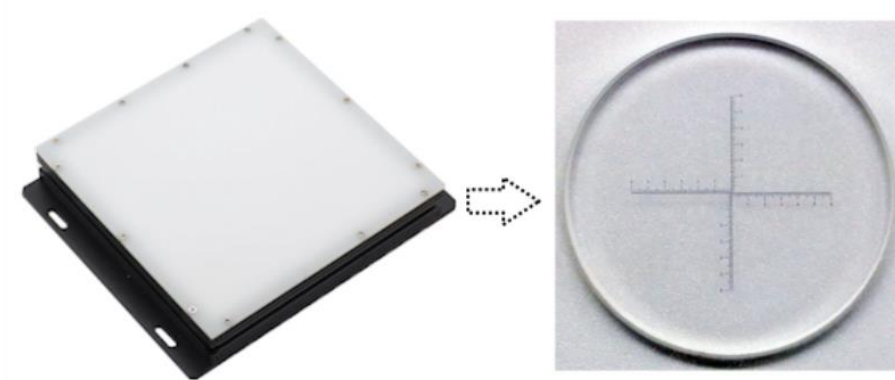

Рисунок 9 – Рабочая область микроскопа ОСК
2.2.4.17 Разместить калибровочный образец (стекло или шкальная линейка) в рабочей области микроскопа ОСК (см. Рисунок 9).